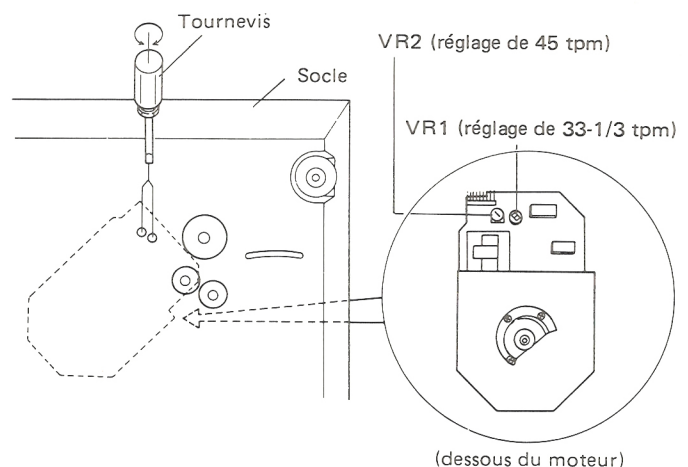

Fig. 11-3 Réglage de la vitesse du moteur
3. Régler la résistance ajustable de l'assemblée contrôle de moteur à ce que le motif stroboscopique s'arrête (Fig. 11-3).